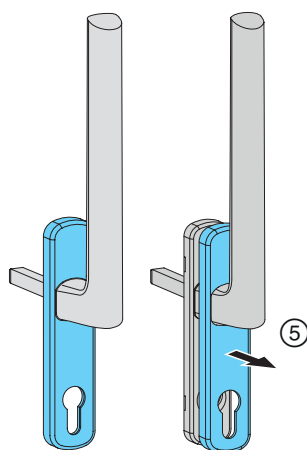

Abb. 38
- ⑤ Adeckkappe von Griffrosette lösen; **Abb. 38**.